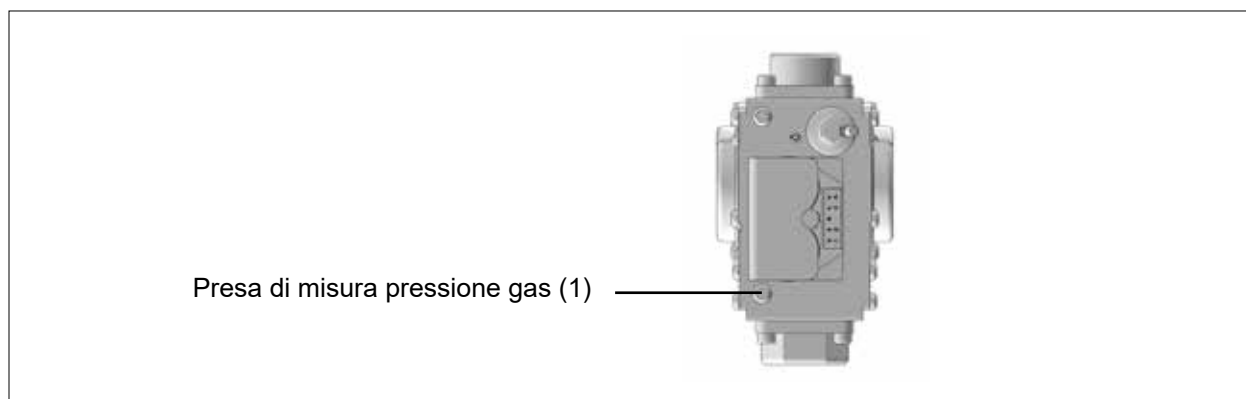

Fig. 6.2 Presa di misura pressione gas
- ▶ Allentare la vite di chiusura sulla presa di misura (1) (Fig. 6.2) e sfiatare la condotta del gas.
- ▶ Collegare il manometro differenziale o il tubo manometrico alla presa di misura (1) su "+" con "-" rispetto all'atmosfera.